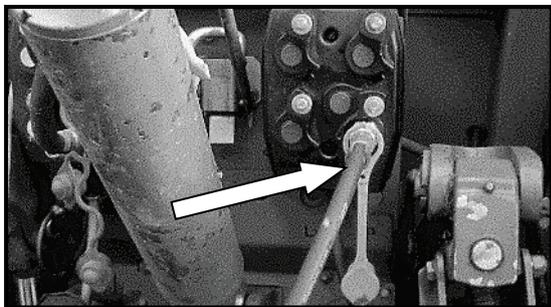

Fig. 109 Conexión de manguera hidráulica en el bloque de válvulas del tractor
- Suelte la manguera hidráulica en el bloque de válvulas hidráulicas del tractor (Fig. 109).